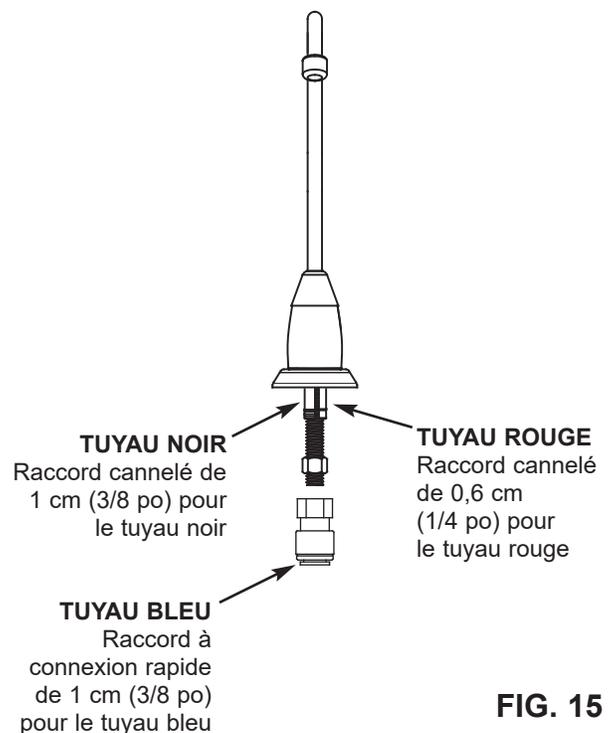

FIG. 15
1. Repérez et organisez les pièces du robinet d'osmose inversée. Voir la figure 15.
3. Repérez le tuyau rouge de 3/8 po (1 cm), puis enfoncez l'une de ses extrémités dans le raccord cannelé de 3/8 po (1 cm) du robinet. Voir la Fig. 15.
4. Repérez le tuyau rouge de 1/4 po (0,6 cm) raccordé à le système d'osmose inversée. Enlevez le bouchon d'expédition sur l'extrémité libre du tuyau rouge. Faites passer le tuyau rouge par le bas dans le trou de montage du robinet. Coupez le tuyau à angle droit à la longueur nécessaire. Voir la figure 17. Enfoncez l'extrémité du tuyau dans le raccord cannelé de 1/4 po (0,6 cm). Voir la figure 15.
8. Repérez le tuyau bleu de 3/8 po (1 cm), puis enfoncez l'une de ses extrémités dans le raccord rapide. Voir la figure 15. Poussez le tube à travers le collet et jusqu'au fond du raccord. L'engagement complet est de 3/4 po (19 mm) de longueur du tube dans le raccord.